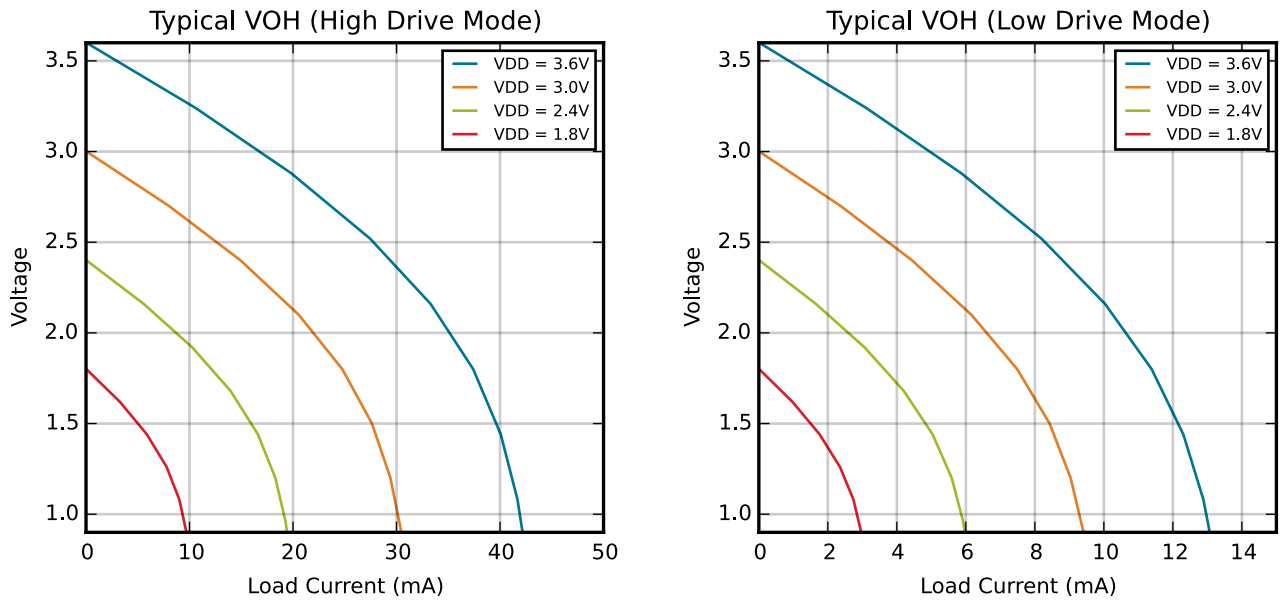
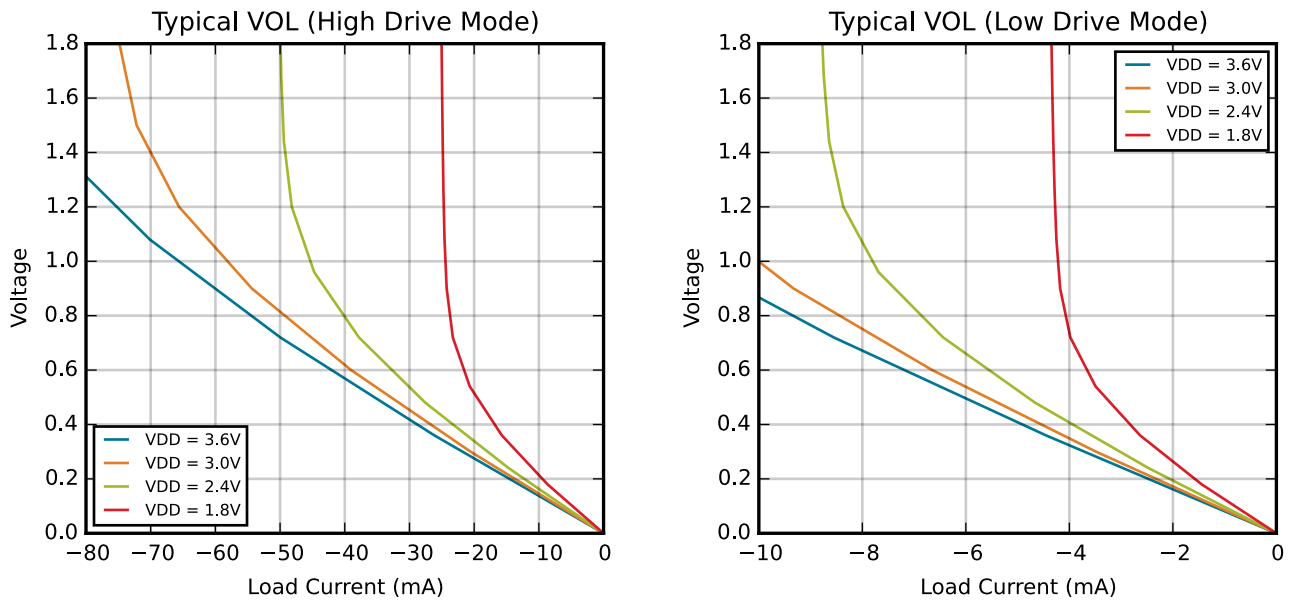

Figure 4.2. 常见  $V_{OH}$  曲线
Figure 4.3. 常见  $V_{OL}$  曲线
1. See Figure 4.2 常见 VOH 曲线 on page 23 and Figure 4.3 常见 VOL 曲线 on page 24 for more information.